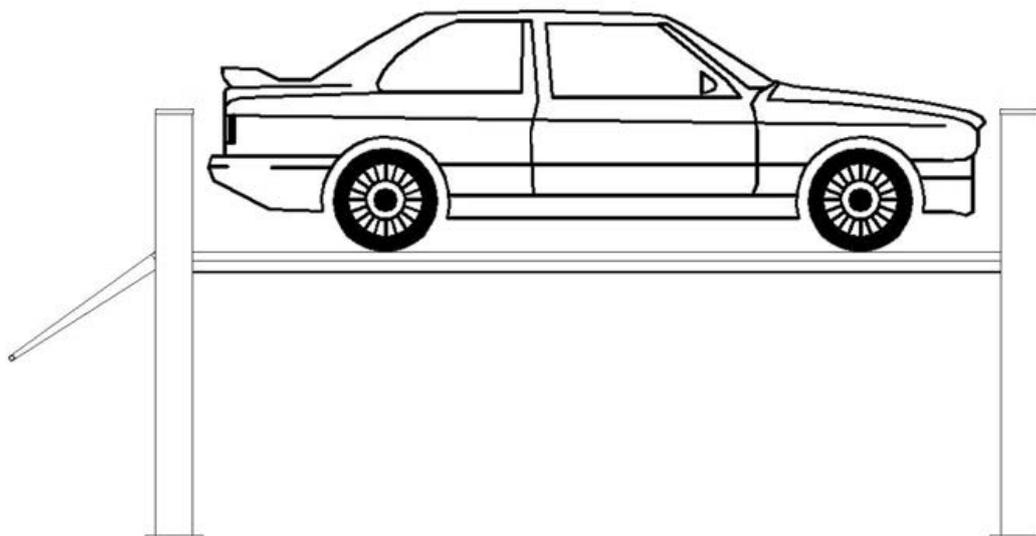

Figura 8
- Não entrar na área perigosa enquanto o veículo estiver a ser levantado. **(Figura 8)**
- Assegure-se de que não há ninguém nas plataformas durante os movimentos para cima e para baixo e em pé **(Figura 8)**